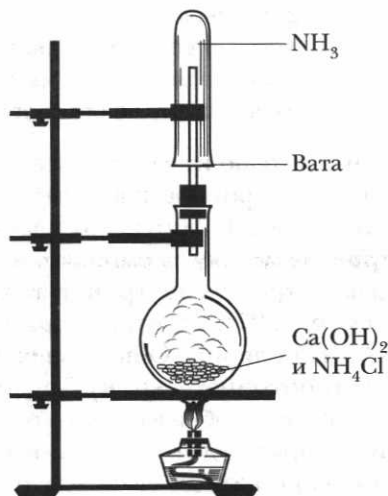

**Рис. 27** Образование связей в молекуле аммиака
**Строение молекулы аммиака.** Молекула аммиака образуется за счет ковалентных связей трех  $p$ -электронов атома азота с тремя  $s$ -электронами атомов водорода (см. рис. 27). Вследствие разницы значений ОЭО атомов азота и водорода связи N—H полярны. Общие электронные пары смещены к атому азота как к более электроотрицательному. Три атома водорода присоединяются к атому азота так, что их связи образуют углы около  $100^\circ$ , т. е. молекула аммиака имеет пирамидальную форму. Одна из вершин молекулы аммиака занята неподеленной электронной парой атома азота (см. рис. 28). Молекула аммиака сильно полярна.